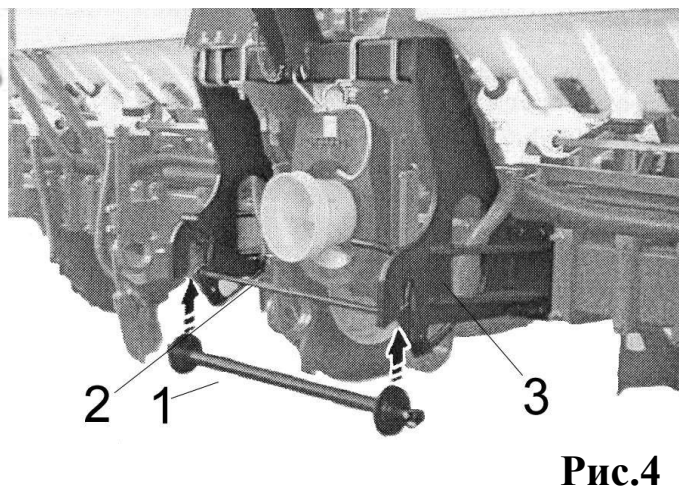

Рис.4
2. Установите на сцепке 3 сеялки штангу 1 Рис. 4. Поднять навесное устройство до срабатывания блокировки штанги 2 Рис.4.